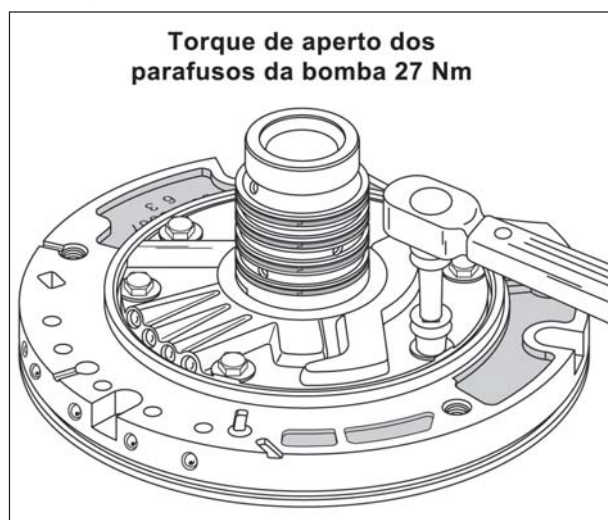

Figura 206
14. Aperte os seis parafusos da bomba com um torque de 27 Nm, conforme indica a figura 206.